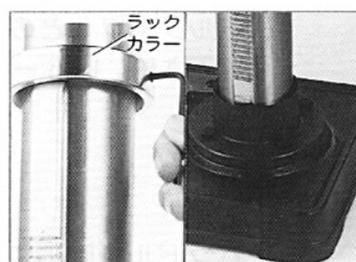

図2-4
(4) ラックの下側の先端が支柱の溝に入るようにして、ゆっくり下まで降ろして下さい。上から⑧ラックカラーを差し込み、ラック上側の先端が溝に入るようにして六角棒レンチ3mmで締めて下さい。図2-4